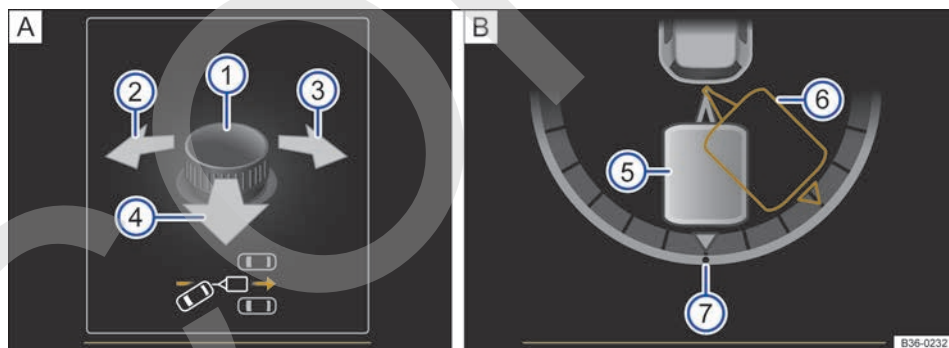

Fig. 168 En la pantalla del cuadro de instrumentos: manejar el asistente para maniobras con remolque.
Leyenda de la fig. 168:
- Bascule el mando hasta alcanzar la dirección deseada. En la pantalla del cuadro de instrumentos aparece a modo de orientación una representación del conjunto vehículo tractor y remolque en la posición actual → [fig. 168 !\[\]\(f5ee48910650695cea680b2433c1d60d_img.jpg\)](#).